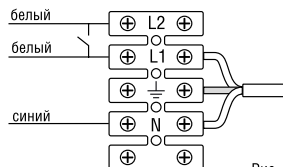

Рис. 2
- Ввести сетевые провода через отверстие в корпусе и подключить к клеммной колодке на панели в соответствии с указанной маркировкой клеммы L, N, $\perp$, как показано на Рис. 2. Желто-зеленый кабель присоединить к клемме, обозначенной знаком $\perp$. Заземление обеспечивается креплением клеммной колодки на зацеп. Клемма L2 предназначена для реализации вкл/выкл внешнего выключателя светильника. Проверить надежность электрических соединений.